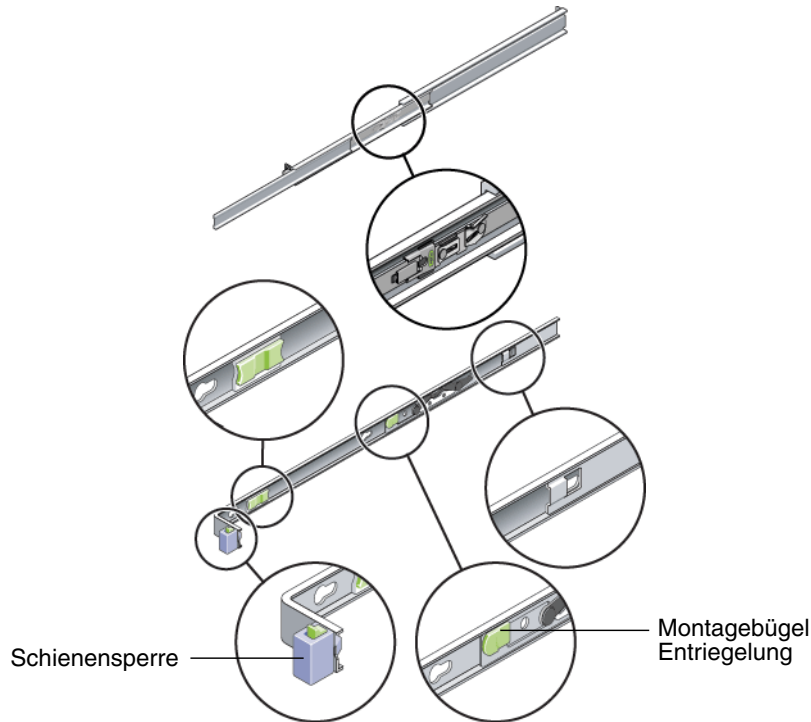

ABBILDUNG 2-1 Zerlegen der Schiene vor dem Einbau
2. Ermitteln Sie nach ABBILDUNG 2-1 die Schienensperre an der Vorderseite einer der Schienenbaugruppen.
3. Drücken Sie die Verriegelungen auf der Ober- und Unterseite der Sperre ein und ziehen Sie dabei den Montagebügel bis zum Anschlag aus der Schienenbaugruppe. Siehe hierzu ABBILDUNG 2-1.
4. Ziehen Sie die Bügelentriegelung wie in ABBILDUNG 2-1 gezeigt zur Vorderseite des Montagebügels und lösen Sie diesen gleichzeitig von der Schienenbaugruppe.